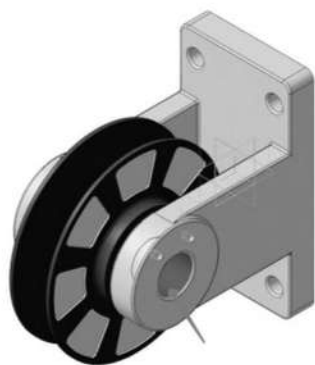

Рисунок 3.30. Выбор элемента сопряжения детали «Вилка»
2.4.4 Укажите цилиндрическую поверхность *Вилки* (рисунок 3.30).